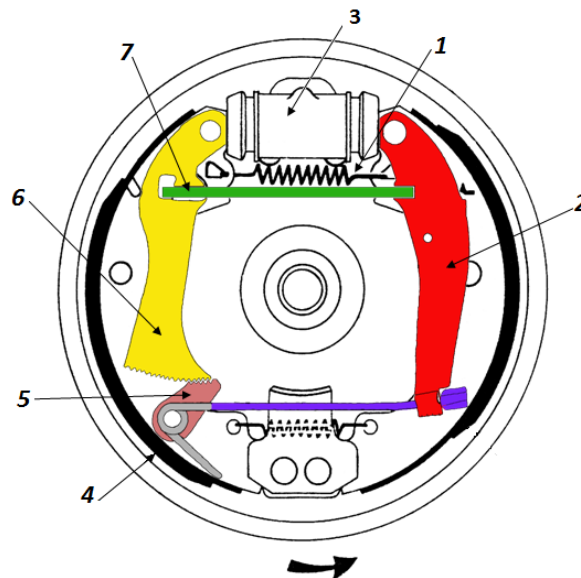

Fig.8
- Q18. Compléter la nomenclature relative à la fig.8 ;